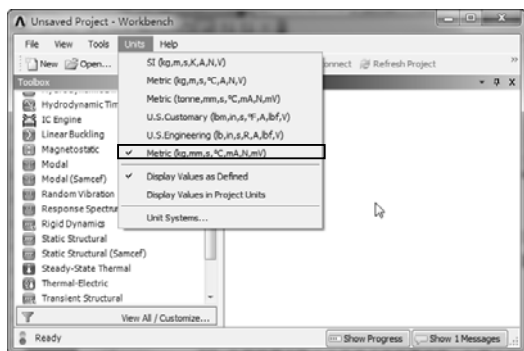

图 8-15 设置分析单位
2) 选择【Units】|【Metric (kg,mm,s,°C,mA,N,mV)】命令，设置分析单位，如图 8-15 所示。